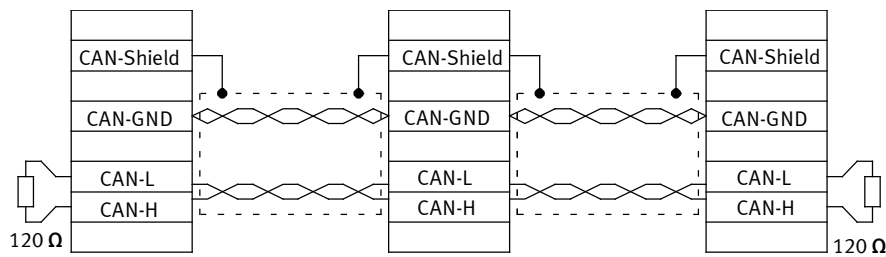

Fig. 2.1 Verkabelungsbeispiel
- Die einzelnen Knoten des Netzwerkes werden grundsätzlich linienförmig miteinander verbunden, so dass das CAN-Kabel von Controller zu Controller durchgeschleift wird (→ Fig. 2.1).